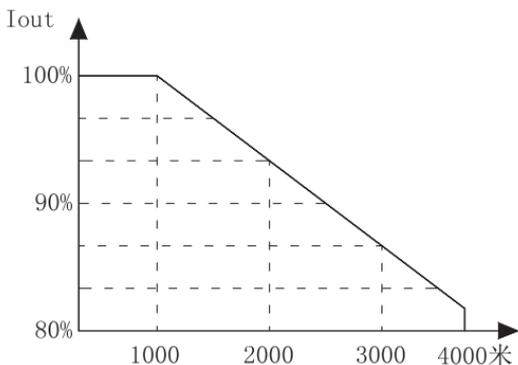

图 1-4 变频器降额曲线图
- 在海拔高度超过 1000 米的地区,由于空气稀薄,变频器的散热效果会变差,此时需降额使用。一般的,每升高 1000m 需降额 10% 左右。降额曲线参见图 1-4。